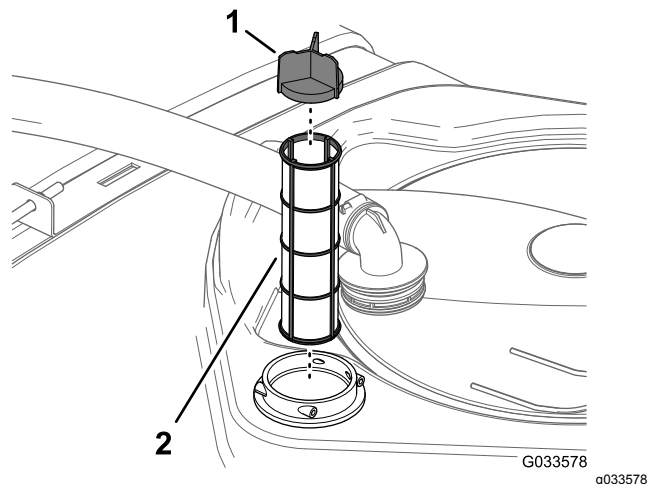

Figura 100
4. Rimuovete il vecchio filtro di aspirazione dall'alloggiamento del filtro nel serbatoio (Figura 100).